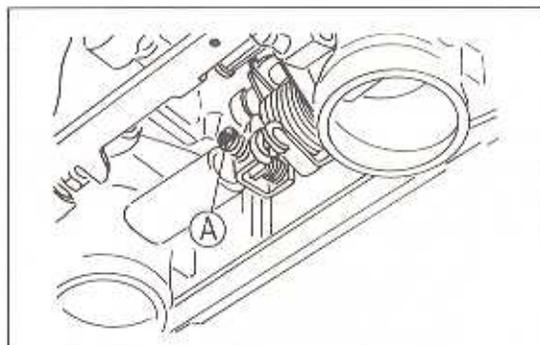

Bild 12
- An der Synchronisierschraube die beiden Vergaser auf minimale Differenz einregulieren (Bild 12).